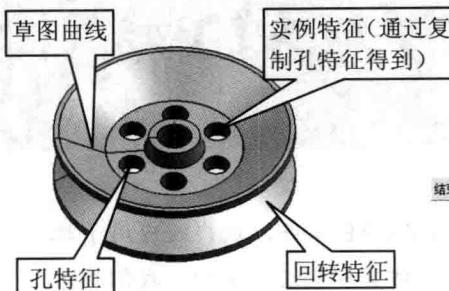

图 1-1 利用特征创建零件模型
- **基于特征的建模方法：**UG 将一些具有代表性的几何形状定义为“特征”，比如拉伸、回转、孔、实例、抽壳等特征。用户可以按照一定的顺序将若干特征进行“叠加”，以此创建模型。例如，图 1-1 所示的模型由回转特征、孔特征、实例特征共同构成。